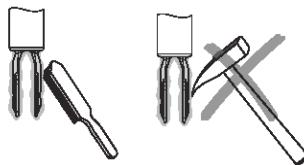

Рисунок 6 – Очистка камертона
3.2 Очистку камертонов следует производить только металлической щеткой (рисунок 6) или промывочной жидкостью.